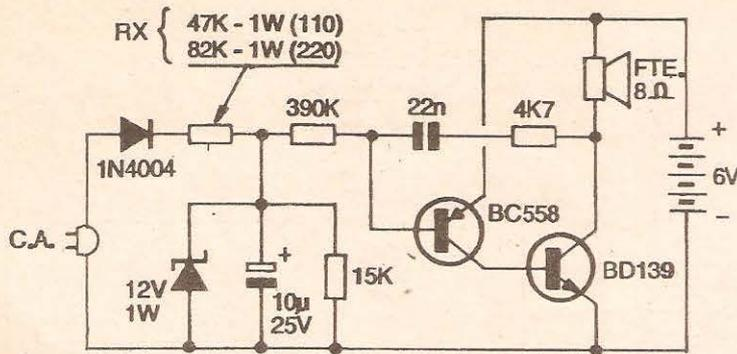
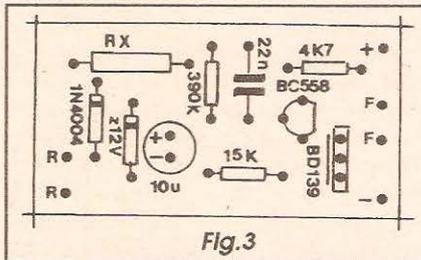

Fig. 1
Fig. 3
- **FIG. 1 - DIAGRAMA ESQUEMÁTICO DO CIRCUITO** - O gerador do sinal de áudio está no *centro* do circuito, na forma de um **ASTÁVEL** (oscilador) estruturado com transistores complementares (o que permite restringir bastante a quantidade de componentes, compactando o circuito...), sendo um BC558 (PNP, baixa potência) e um BD139 (NPN, média potência). A frequência de oscilação (no caso, dentro da faixa central de áudio...) é basicamente determinada pelos valores do capacitor de 22n e dos resistores de 4K7 e 390K. Nesse arranjo de **ASTÁVEL**, para que a oscilação possa iniciar-se e permanecer, é fundamental que o transistor BC558 receba polarização **negativa** de **base** (através do resistor de 390K...), já que o dito cujo é de polaridade PNP... Em condição de *stand by* contudo, havendo energia na rede C.A., o diodo 1N4004, em série com o resistor limitador **Rx** (47K x 1W em 110V, ou 82K x 1W em 220V...)
- **FIG. 3 - CHAPEADO DA MONTAGEM** - O outro lado da plaquinha (o não cobreado...), com os componentes principais estilizados de forma bastante clara... Observar que nos *chapeados* de APE, a maioria dos componentes é estilizada num desenho muito próximo ao de sua aparência real e - quando isso não é possível (ou pode deixar margem a dúvidas...) - iconografado pelo seu próprio símbolo esquemático... Alguns dos componentes (transistores e diodos, no caso...) são polarizados, devendo ter suas posições de inserção rigorosamente respeitadas... Observar que o BC558 deve ficar com seu lado *chato* voltado para o BD139, e que a face metalizada deste deve ficar virada para a posição ocupada pelo dito BC558... Ambos os diodos (1N4004 e zener de 12V...) ficam com suas extremidades de **catodo** (marcadas com um anel ou faixa...) voltadas para a posição ocupada pelo resistor R_x ... Quanto a este (R_x), não esquecer de adequar o seu valor à tensão da rede local, conforme indicam o diagrama esquemático (FIG. 1) e a própria **LISTA DE PEÇAS**... Atenção ainda à polaridade dos terminais do capacitor eletrolítico, bem como as valores dos demais componentes (os não polarizados...). Qualquer dúvida sobre a interpretação dos valores, polaridades ou identificação de terminais, pode ser dirimida com uma consulta ao **TABELÃO APE**... Antes de se cortar as *sobras* dos terminais (pelo lado cobreado...), tudo deve ser re-conferido, incluindo nessa verificação uma análise cuidadosa dos pontos de solda (face cobreada), retificando-se eventuais *curtos*, falhas ou *corrimentos* neles encontrados...